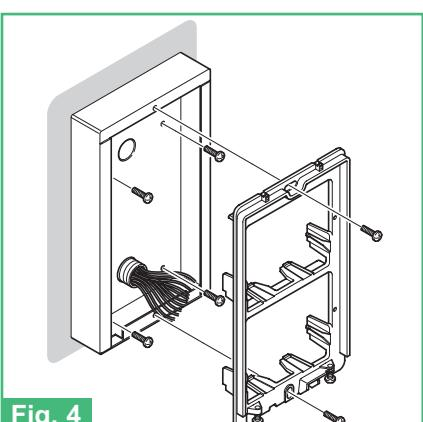

Fig. 4
- Fig. 4** Fissaggio del telaio su custodia da parete
- Fig. 4** Fixing the frame onto the surface-mounted housing
- Fig. 4** Fixation du cadre sur le boîtier mural
- Fig. 4** Bevestiging van het frame op de opbouw behuizing